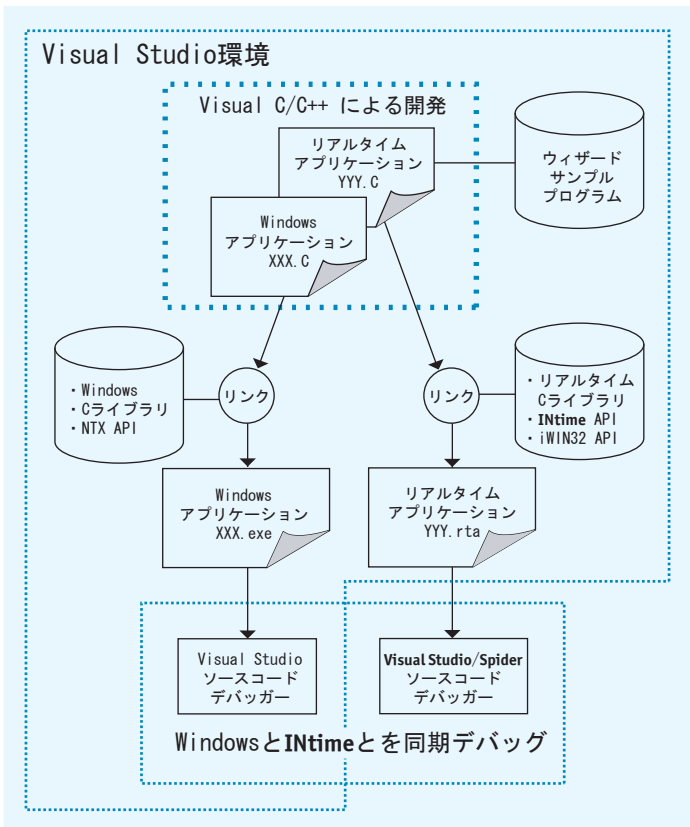

図4. INtimeソフトウェア開発
- INtimeシステムのリアルタイム部分を開発する場合、Visual CまたはC++を使用します。INtimeの持つリアルタイムAPI、C/EC++ライブラリが利用できます(図4)。